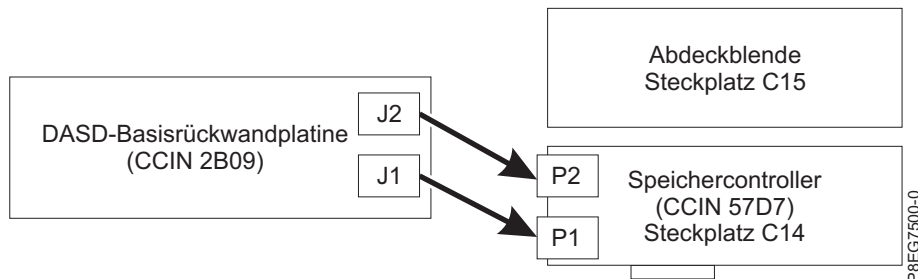

Abbildung 16. SAS-Kabel in einer Basispeicherkonfiguration wieder anschließen
- Wenn Sie über einen internen PCIe3-x8-SAS-RAID-Adapter (CCIN 57D7) in Steckplatz P1-C14 (Basispeicherfunktion) verfügen, verbindet ein SAS-Kabel den Anschluss an der Rückwandplatine des unteren Plattenlaufwerks (J1) mit dem Anschluss P1 am Adapter. Ein zweites SAS-Kabel verbindet den Anschluss an der Rückwandplatine des oberen Plattenlaufwerks (J2) mit dem Anschluss P2 an demselben Adapter. Siehe Abb. 16.